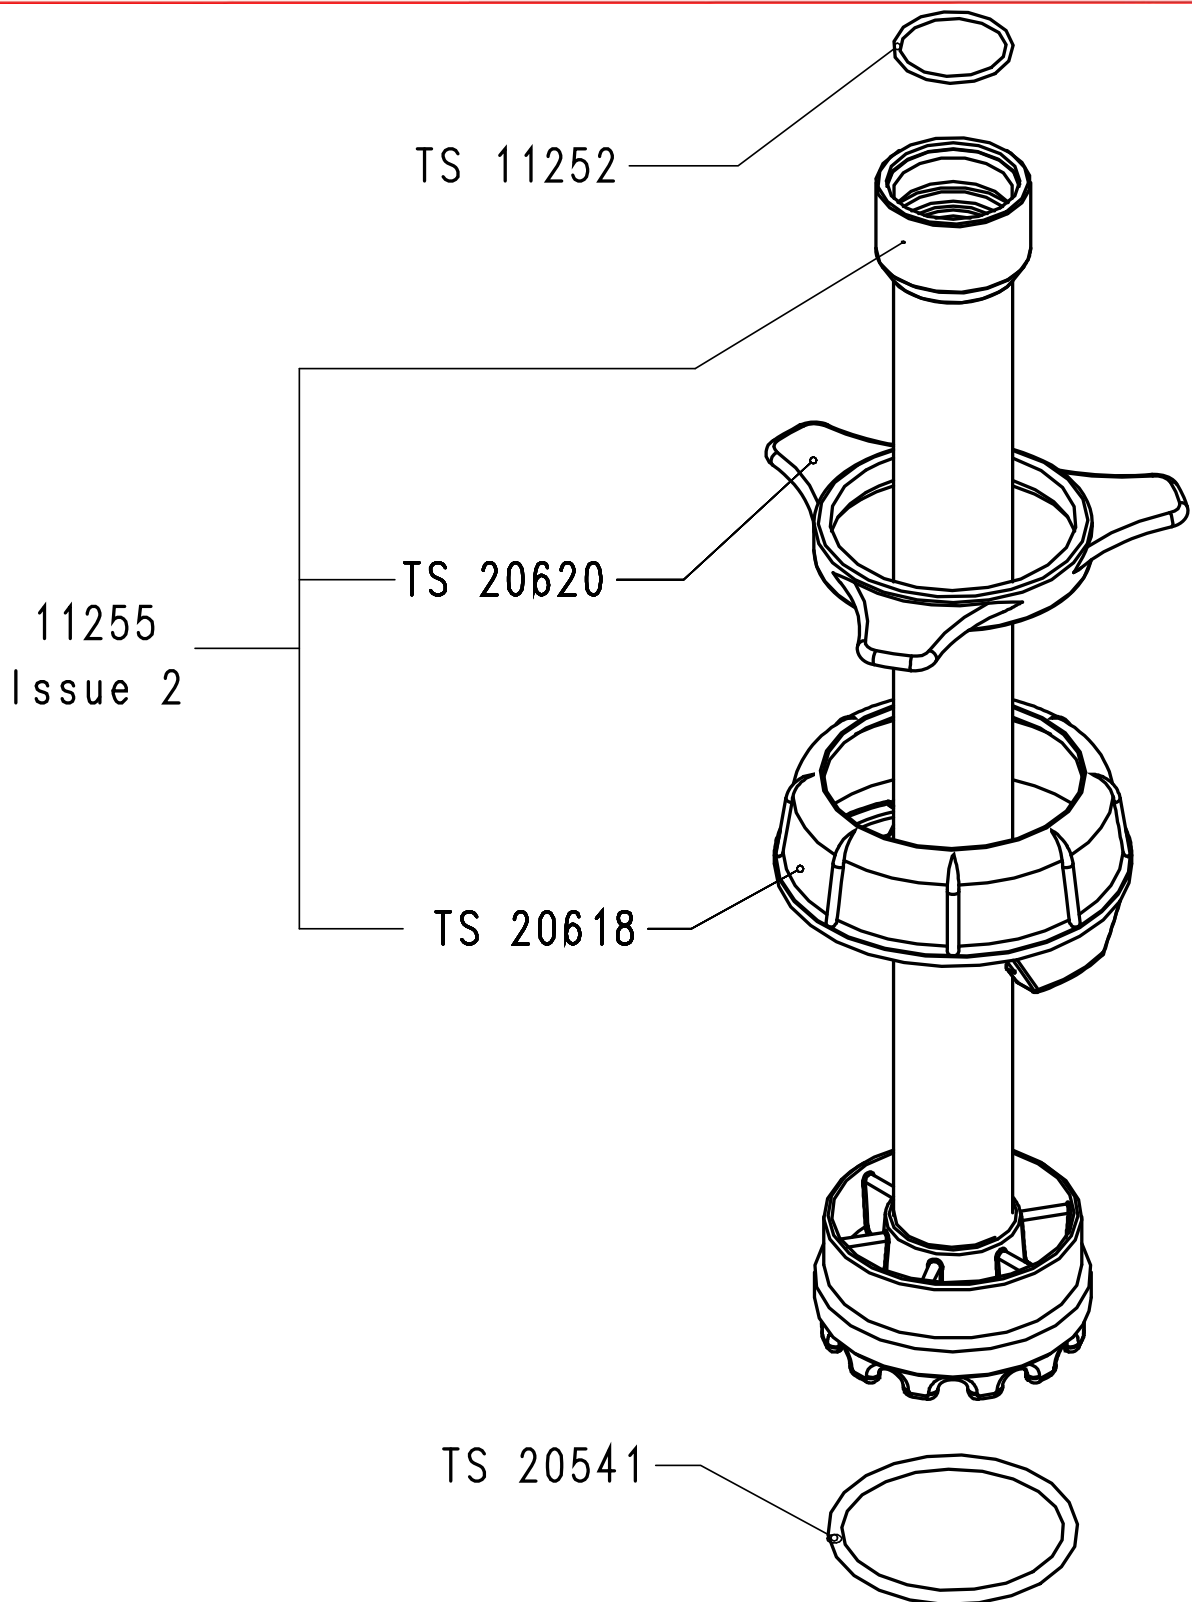

Figura 13-6: tubo de alojamento SS1-Q2 TS 10183, detalhes
- Figura 13-6: tubo de alojamento SS1-Q2 TS 10183, detalhes